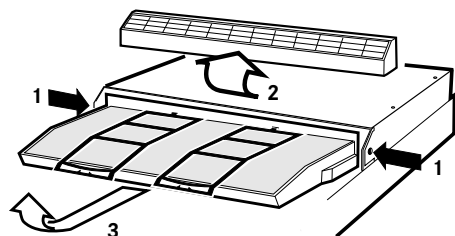

Fig. 9
Tryk låsene ind på begge sider af emhætten (1), og løft fronten fri (2). Træk den derefter ud, og løft filterholderen fri (3)Fig. 9.